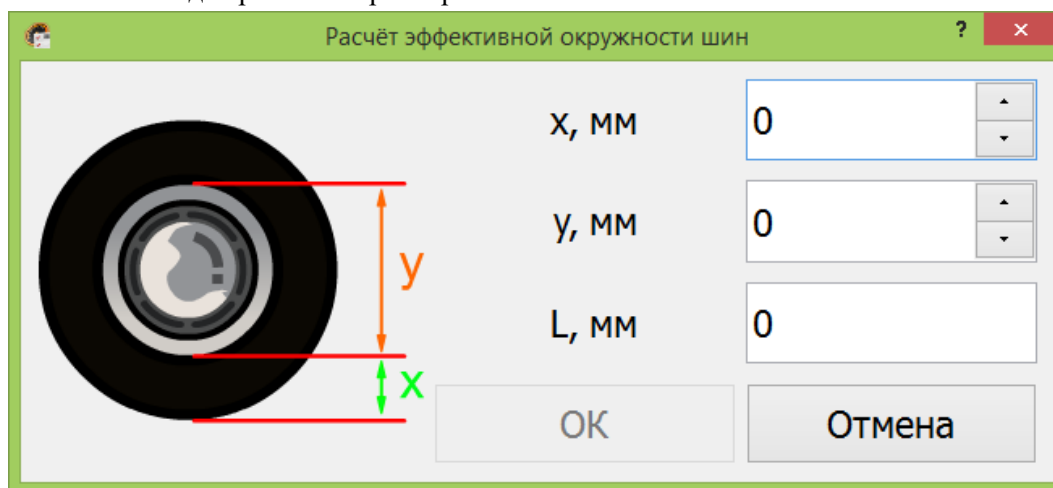

Рисунок 56 – Настройка эффективной окружности шин
Для более точного расчёта эффективной окружности колеса (L) осуществите замер расстояния от поверхности земли до нижнего края обода диска (x) и диаметр диска (y) ведущей оси транспортного средства ближайшей к КПП, как показано на Рисунок 56. Внесите полученные значения в миллиметрах в программу, значение эффективной окружности колеса (L) будет рассчитано автоматически.